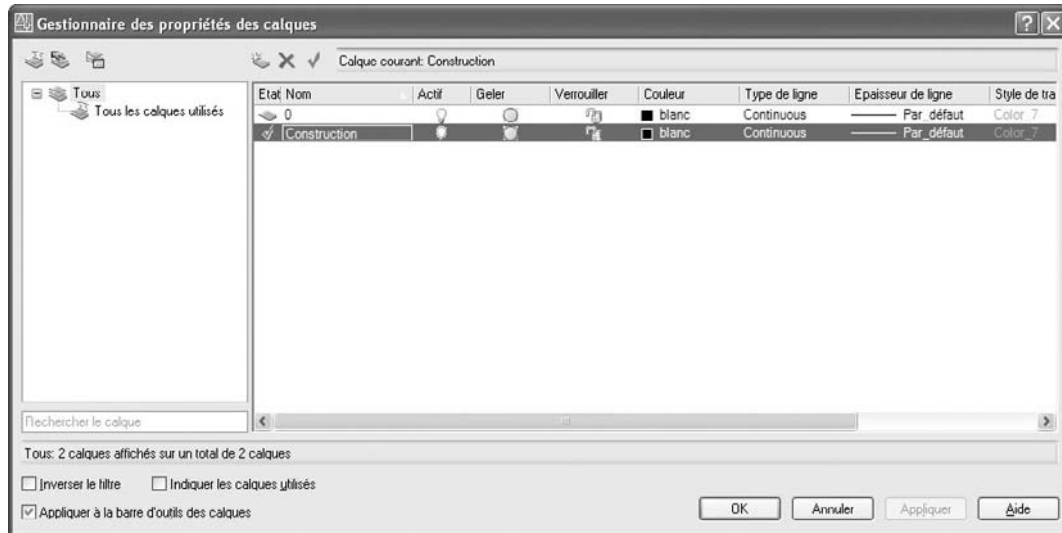

Fig.4.5
- [1] Définir un calque « construction » par la commande **CALQUE** (Layer) (fig.4.5).